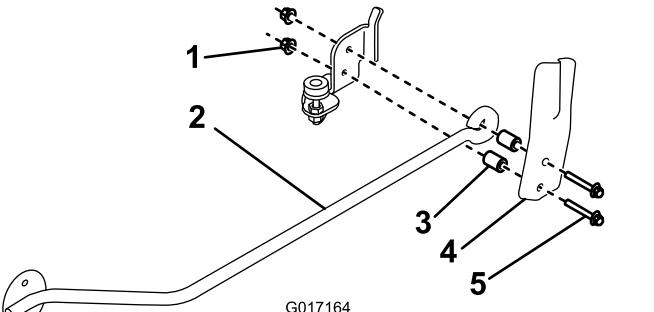

Figura 6
- Monte un muelle y una varilla en el soporte del cepillo con 2 pernos (M6 x 40 mm), espaciadores y contratuerzas (M6), tal y como se muestra en la Figura 6.